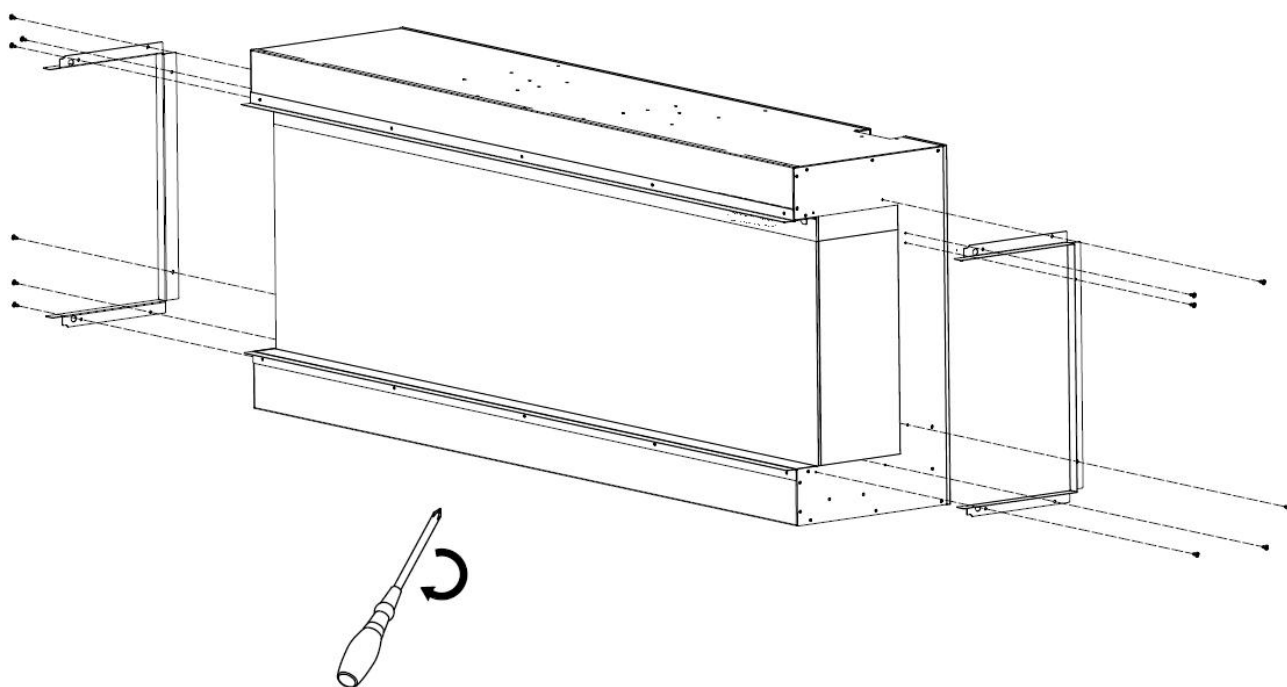

Fig.2-4
3. Volte a colocar as molduras de proteção após a remoção dos painéis. Fig. 2-4